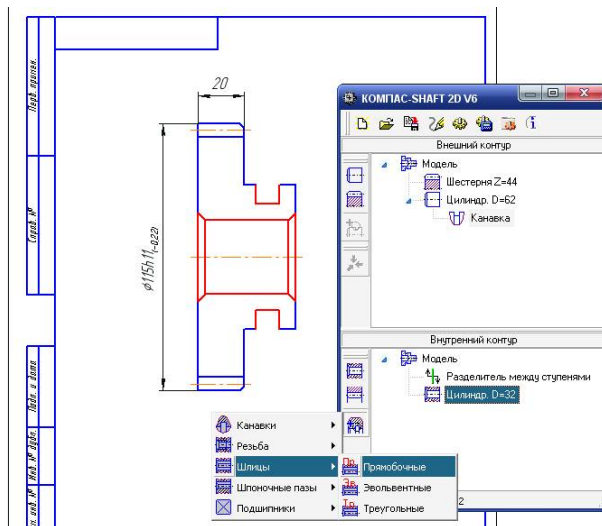

Рисунок 1.24 - Головне вікно програми КОМПАС- Shaft 2 D з відкритим спливаючим меню **Дополнительные элементы ступеней**
3. оберіть в спливаючому меню пункт **Шлицы**. З'явиться друге спливаюче меню (рисунок 1.24);